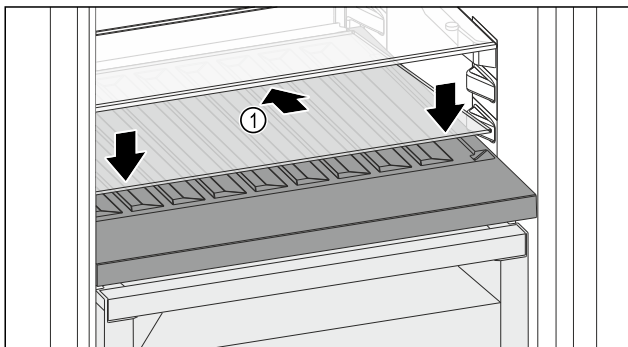

Fig. 151
- ▶ Postavite staklenu ploču Fig. 151 (1) ukoso, nagnutu straga prema dolje.
- ▶ Staklenu ploču Fig. 151 (1) podignite sprijeda.